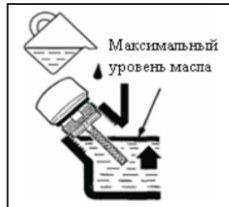

Рис.20
4. Установите генератор на горизонтальной поверхности и залейте новое моторное масло рекомендованного типа (SAE 10W-30) до нижней кромки маслосаливной горловины (рис. 20).